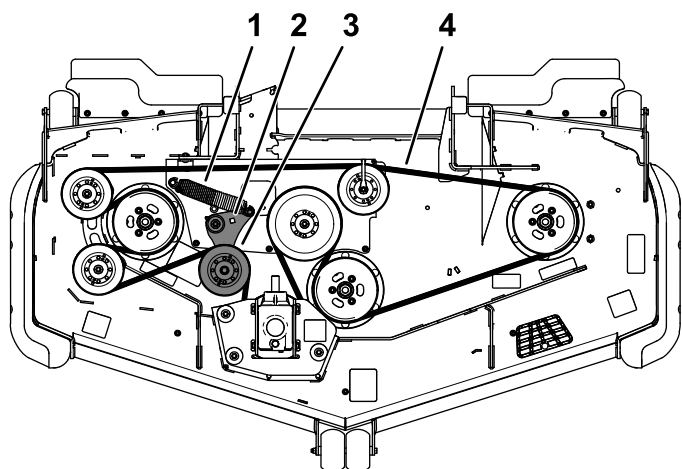
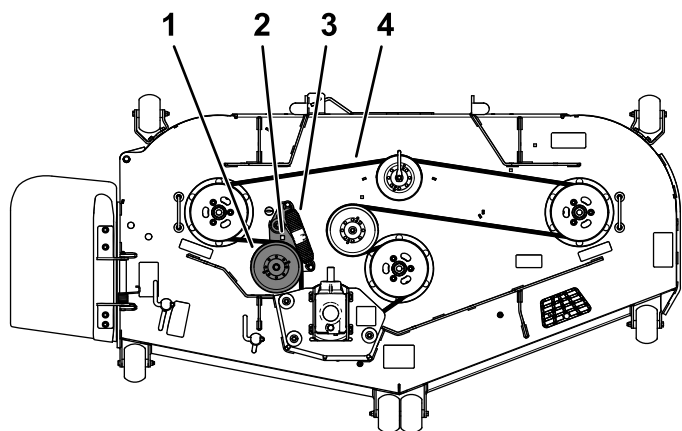

Figura 60
Figura 61
5. Utilice una llave de carraca en el taladro cuadrado del brazo tensor para aliviar la tensión del muelle tensor (Figura 60 o Figura 61).
7. Pase la correa nueva alrededor de las poleas del cortacésped (Figura 60 o Figura 61).
8. Asegúrese de que los extremos del muelle están asentados en las ranuras de anclaje, y usando una llave de carraca en el taladro cuadrado, instale la correa alrededor de la polea tensora (Figura 60 o Figura 61).